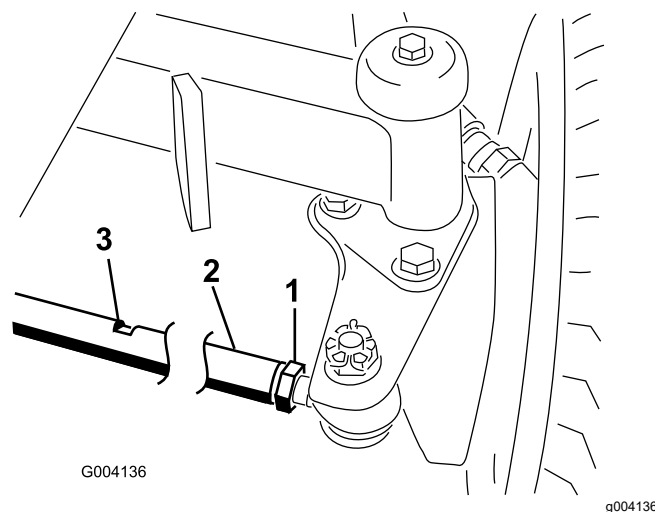

Bild 110
1. Lösen Sie die Klemmmutter an jedem Ende der Spurstange (Bild 110).